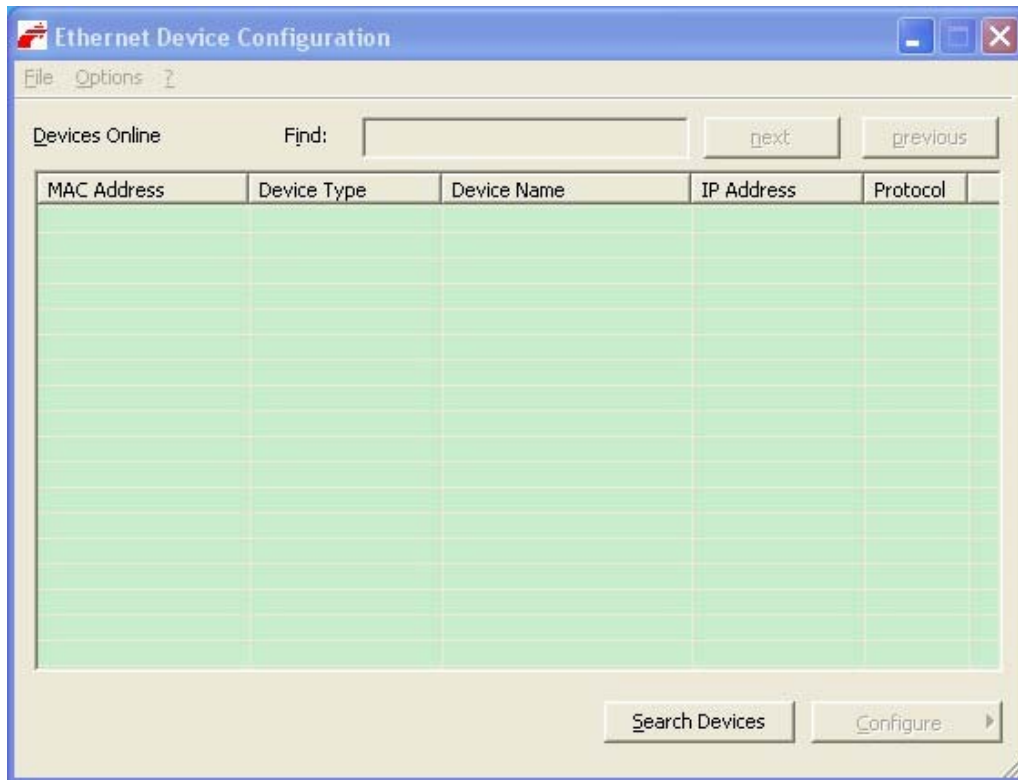

图12
1) 打开Ethernet Device Setup软件，如图12所示：